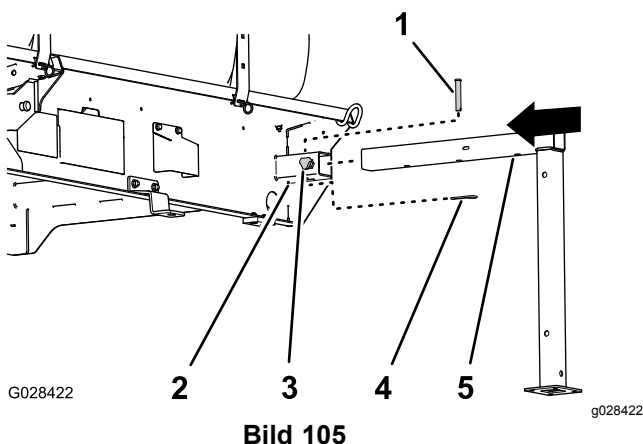

Bild 105
1. Fluchten Sie den vorderen Stützbock mit der Stützbockaufnahme vorne am Behälter aus (Bild 105)
Achsständerrohr mit dem Loch oben an der Aufnahme ausgefluchtet ist (Bild 105).
4. Schrauben Sie ein Sperrhandrad mit der Hand in die Aufnahme (Bild 105).